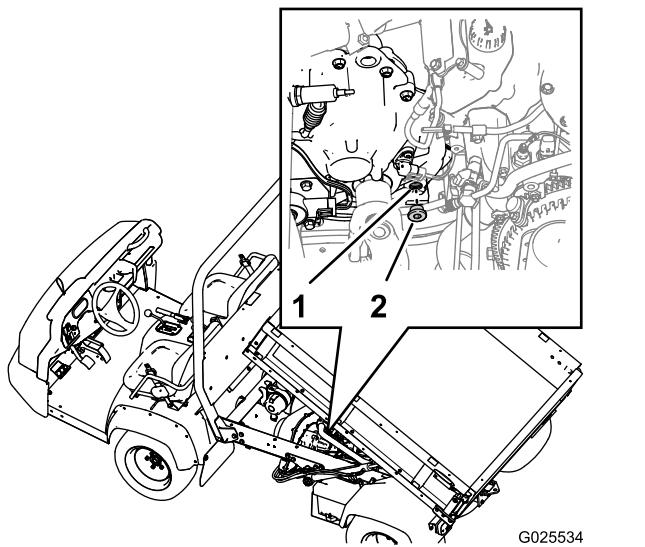

Figura 57
1. Localice el tapón de llenado en la parte más baja en la parte interior de la parte trasera de la transmisión (Figura 57).
3. Gire el tapón en sentido antihorario y retire el tapón del orificio de llenado de la transmisión (Figura 57).
4. Si el nivel del fluido hidráulico de la transmisión es bajo, añada fluido para transmisiones del tipo especificado a la transmisión por el orificio de llenado hasta que el nivel de fluido esté enrasado con el borde inferior de la rosca del orificio (Figura 57).
- Instale el tapón de llenado en la transmisión, y apriételo a mano (Figura 57).